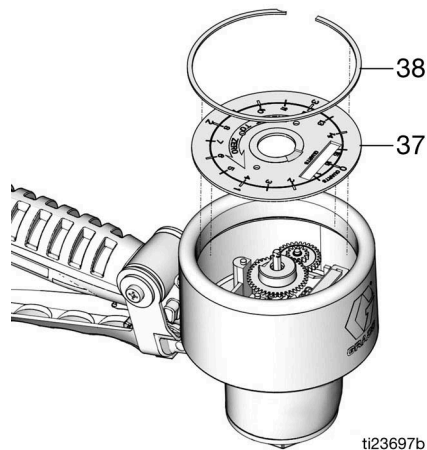

ABB. 17
5. Die große Halteklammer (38) und dann die Einstellradscheibe (37) entfernen (ABB. 17).